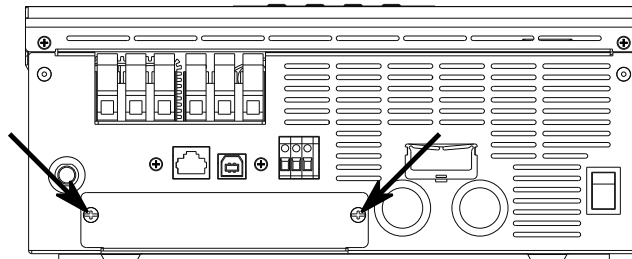

Abbildung 9: Lösen der parallelen Schrauben der Platine
1. Bevor der Bausatz montiert werden kann, müssen die beiden in *Abb. 9* gezeigten Schrauben gelöst werden. Achten Sie darauf, die Schrauben festzuhalten.
4. Schieben Sie die parallele Platine wieder in den Wechselrichter an der Stelle, an der die Dummy-Platine zuvor installiert wurde. Schrauben Sie es mit den in Abb. 9 entfernten Schrauben fest.